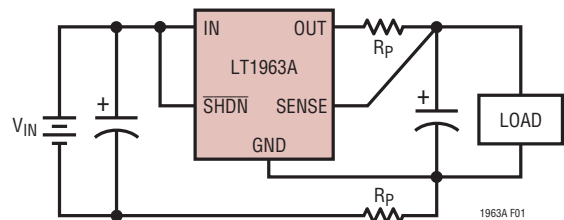

図1. ケルビン・センス接続
**SENSE:** センスピン。LT1963Aの固定電圧バージョン(LT1963A-1.5/LT1963A-1.8/LT1963A-2.5/LT1963A-3.3)の場合、SENSEピンはエラーアンプの入力です。SENSEピンがレギュレータのOUTピンに接続されている場合に、最適なレギュレーションが得られます。クリティカルなアプリケーションでは、レギュレータと負荷の間のPCトレースの抵抗( $R_p$ )によって小さな電圧降下が生じます。この電圧降下は図1(ケルビン・センス接続)に示すように、SENSEピンを負荷のところで出力に接続することにより除去できます。外部のPCトレースに生じる電圧降下がレギュレータの損失電圧に加わる点に注意してください。SENSEピンのバイアス電流は公称定格出力電圧で600 $\mu$ Aです。SENSEピンを(レギュレータの負荷が負電源に戻される両電源システムの場合のように)グランドより低い電圧に引き下げることができ、その場合でもデバイスを起動して動作させることができます。